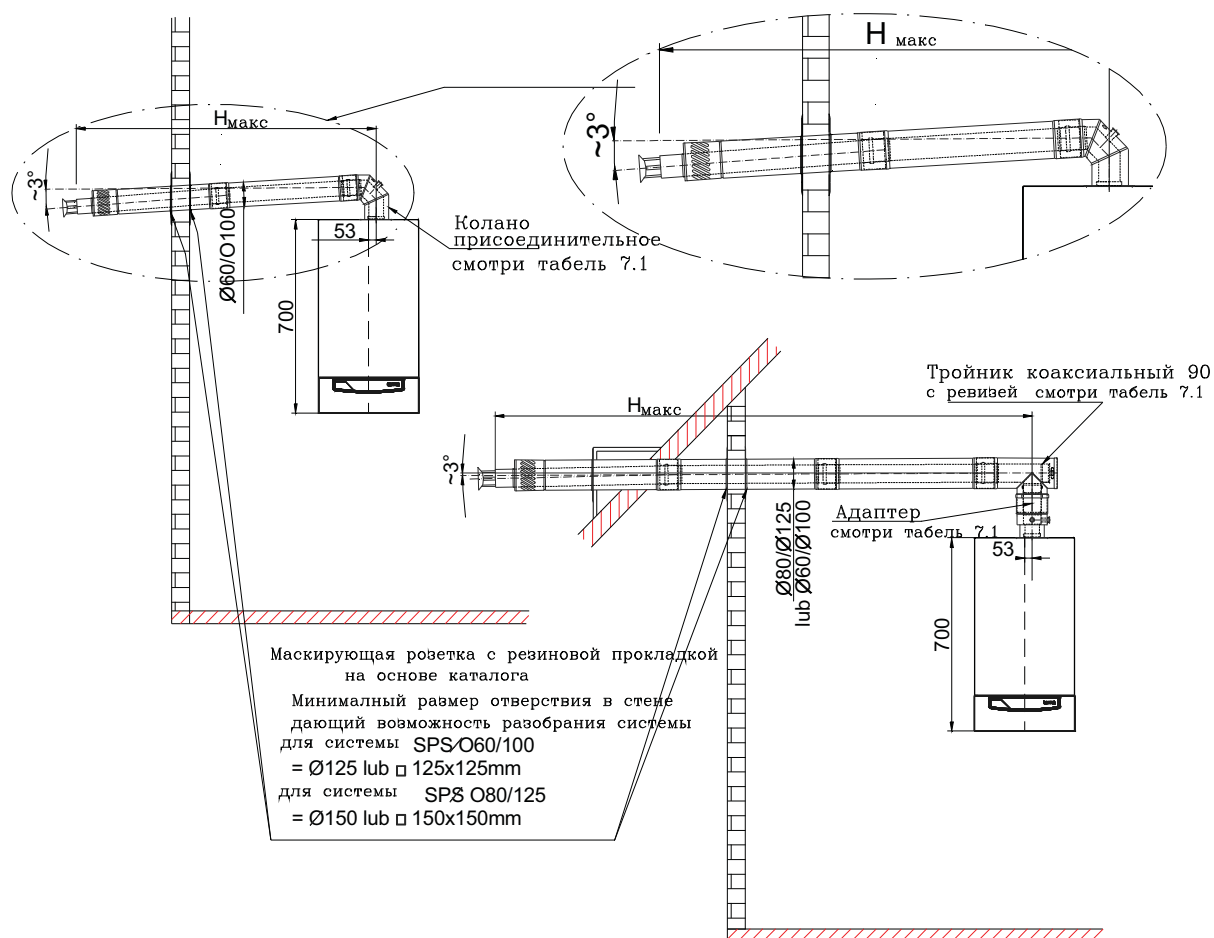

Рис. 3.7.1.1
**Внимание:** горизонтальную трубу для отвода продуктов сгорания - подвода воздуха смонтировать с уклоном  $\sim 3^\circ$  (Рис. 3.7.1.). При установке трубы с уклоном, установка сборника для конденсата обязательна.
GCO-DZ-21-03 (мощностью 13 и 21 кВт)	Максимальная длина дымопровода при согнутых 8 крылышках - $L_{\text{макс}} = 25$ м при согнутых 6 крылышках - $L_{\text{макс}} = 18$ м при согнутых 4 крылышках - $L_{\text{макс}} = 12.5$ м  Примерный расчёт системы дымопровода рис. 3.7.1.1. $H_{\text{макс}} = L_{\text{макс}} - (1 \text{ м (потеря на колене или тройнике)}) = 25 - 1 = 24 \text{ м}$
GCO-DZ-21-03 (мощностью 13 и 21 кВт)	Максимальная длина дымопровода при согнутых 8 крылышках - $L_{\text{макс}} = 4$ м при согнутых 6 крылышках - $L_{\text{макс}} = 3$ м при согнутых 4 крылышках - $L_{\text{макс}} = 2$ м  Примерный расчёт системы дымопровода рис. 3.7.1.1. $H_{\text{макс}} = L_{\text{макс}} - (1 \text{ м (потеря на колене или тройнике)}) = 4 - 1 = 3 \text{ м}$